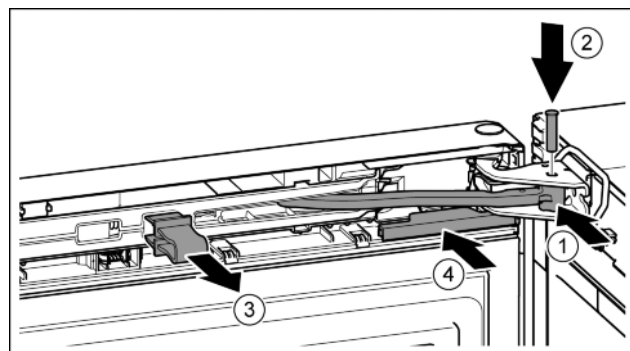

Fig. 23
- ▶ Scharnier in lagerbus draaien. Fig. 23 (1)
- ▶ Bout in de lagerbus en het scharnier aanbrengen. Opletten dat hierbij de vergrendelnok correct in de groef zit. *Fig. 23 (2)*
- ▶ Borging verwijderen. *Fig. 23 (3)*
- ▶ Afdekking erop schuiven. *Fig. 23 (4)*